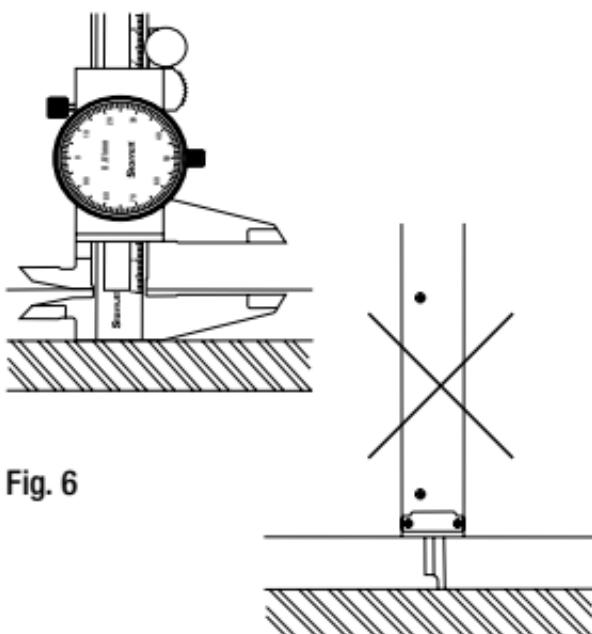

Fig. 6
- **Mesure de came :** ouvrir les mâchoires jusqu'à ce que leur ouverture dépasse légèrement la largeur de la came et placer la face de traçage contre le fond de la came. Déplacez la face de référence du traçage (11) contre la surface de la pièce (fig. 6).